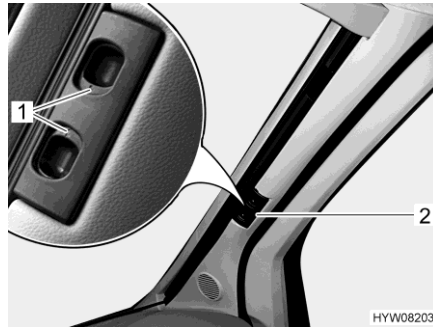

Fig. 33 Dispositif occultant plissé pour le pare-brise
- Pousser les deux moitiés du dispositif occultant plissé pour le pare-brise par la poignée (Fig. 33,2) à fond vers l'extérieur. Déplacer la poignée à l'horizontale en direction de l'évidement de verrouillage.
- Faire s'enclencher les poignées de déverrouillage (Fig. 33,1).